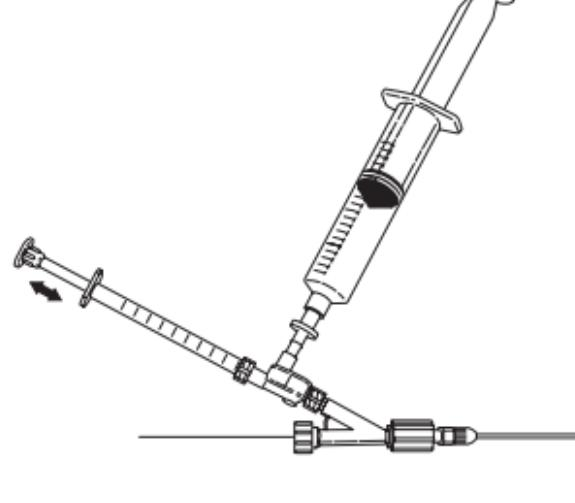

Fig. 8
11. Infundera lösning genom att dra upp önskad dos i 1 mL-sprutan och injicera. Fyll på 1 mL-sprutan och upprepa infusionstekniken enligt behov. (**Fig. 8**)